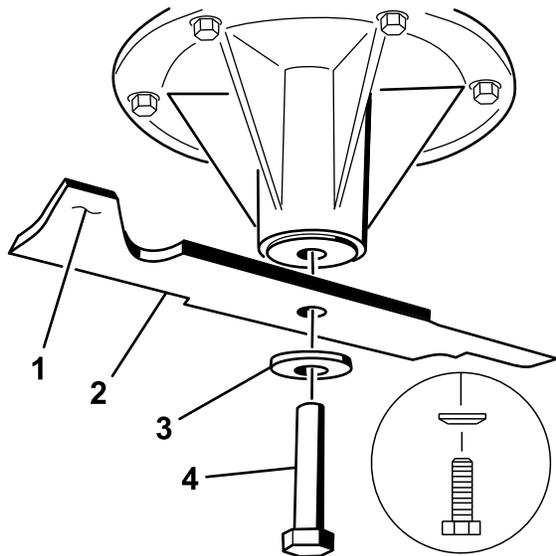

Figura 83
2. Instale la cuchilla en el eje (Figura 83).
3. Instale la arandela curva y el perno de la cuchilla (Figura 83).
Nota: El cono de la arandela curva debe estar orientado hacia la cabeza del perno (Figura 83).